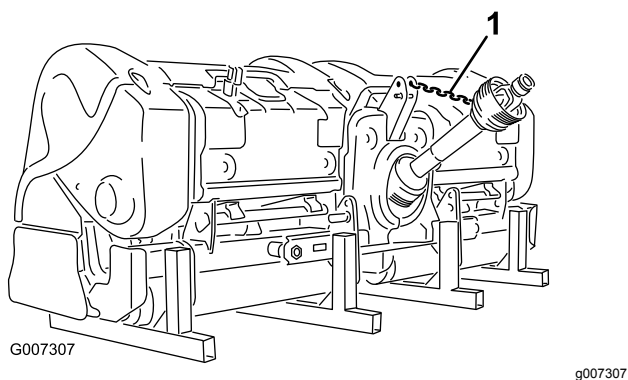

图45
12. 将PTO 系锁连接到 PTO 护罩上以防止 PTO 轴接触地面图45。